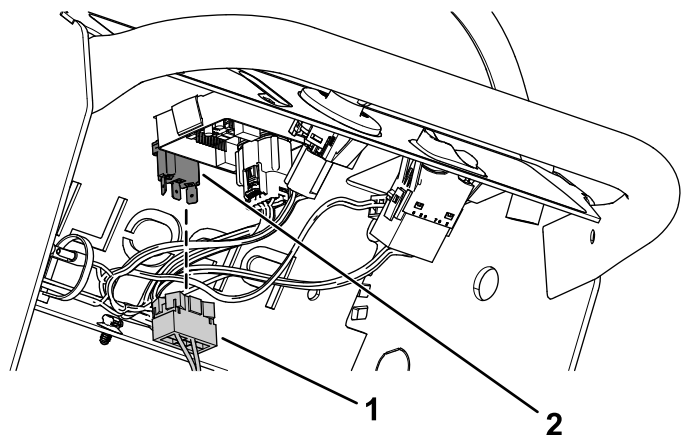

Рисунок 6
5. Вставьте разъем жгута проводов в разъем перекидного переключателя (Рисунок 6).